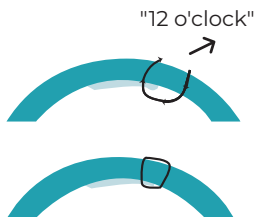

Fig 2. Suture de l'EndoArt®
23. Suturer l'implant (suture unique, non résorbable, parfaitement à la perpendiculaire au centre, comme sur la Fig. 2). L'orientation perpendiculaire de la suture est importante pour éviter une décentration. La suture ne sera pas retirée avant 12 semaines après une fixation évidente. Il est conseillé de la retirer dans les 6 mois suivant une bonne fixation.